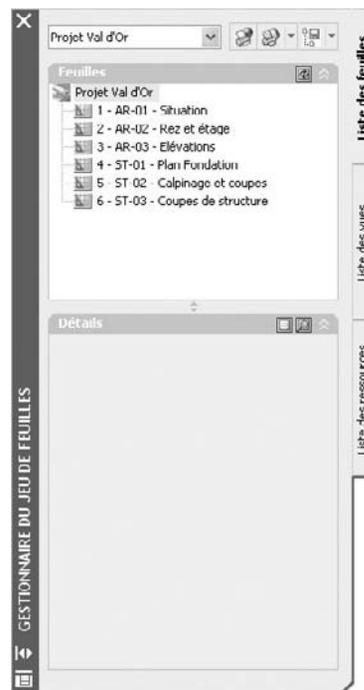

Fig.24.11
- 8] Les fichiers s'affichent dans le gestionnaire du jeu de feuilles. L'affichage comporte le nom du fichier suivi du nom de la présentation (fig.24.11).